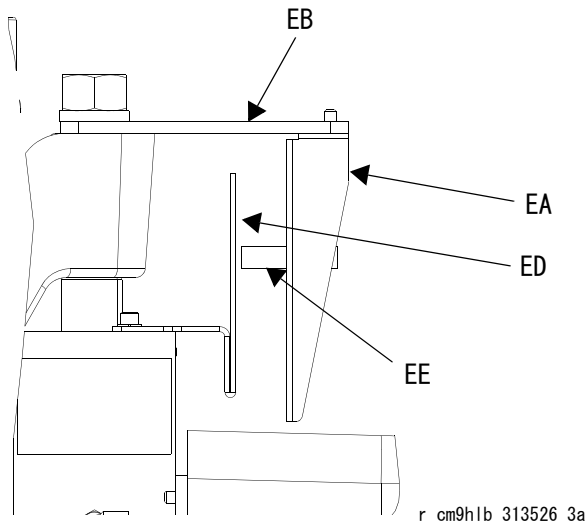

図 10: S20 供給システム
5. S20 供給システムの場合：アクチュエータ (ED) をラムシリンダーエンドキャップに取り付け、ドラム低またはドラム空に応じて、センサー (EE) が正しいレベルでブラケット (ED) の前を通過するようにします。図 10 を参照してください。